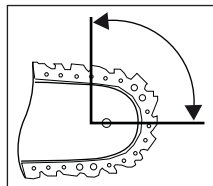

Fig. 1
- En berøring med skinnespidsen kan i nogle tilfælde medføre en uventet bagudrettet reaktion, hvor styreskinnen ② løftes op i retning af brugeren (se fig. 1).